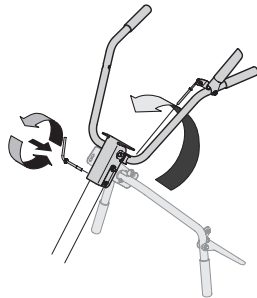

Figura 6
3. Retire la manivela de ajuste de la manija de la manija. Vea la Figura 6.
4. Gire la manija hacia arriba y fíjalo en su lugar con la manivela de ajuste de la manija. Vea Figura 6.